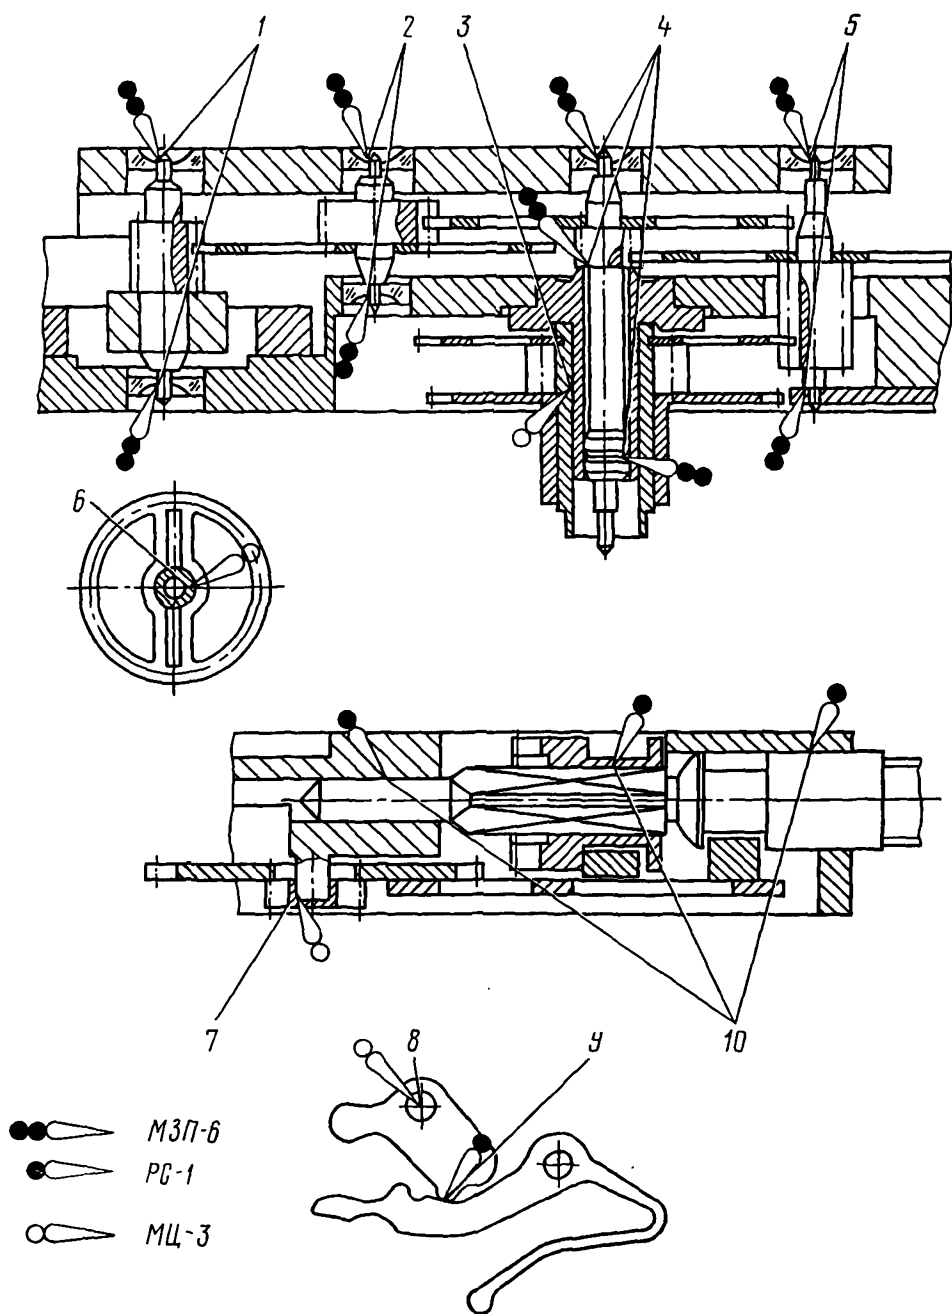

Рис. 103
- Смазать ось рычага переводного (рис. 103, поз. 8).
- Смазать: центральную втулку (рис. 103, поз. 7);
фрикцион колеса центрального (рис. 103, поз. 3).
- Смазать штифт в платине под колесо минутное (рис. 103, поз. 6).
- Смазать: квадрат вала переводного (рис. 103, поз. 10);
контактные поверхности рычага переводного (рис. 103, поз. 9).
- Смазать: верхнюю цапфу триба секундного (рис. 103, поз. 4);
опорный торец и венчик триба секундного (рис. 103, поз. 4).
- Смазать: верхнюю и нижнюю цапфу трибов колеса передаточного и колеса промежуточного (рис. 103, поз. 2 и 5);
верхнюю и нижнюю цапфу ротора (рис. 103, поз. 1).